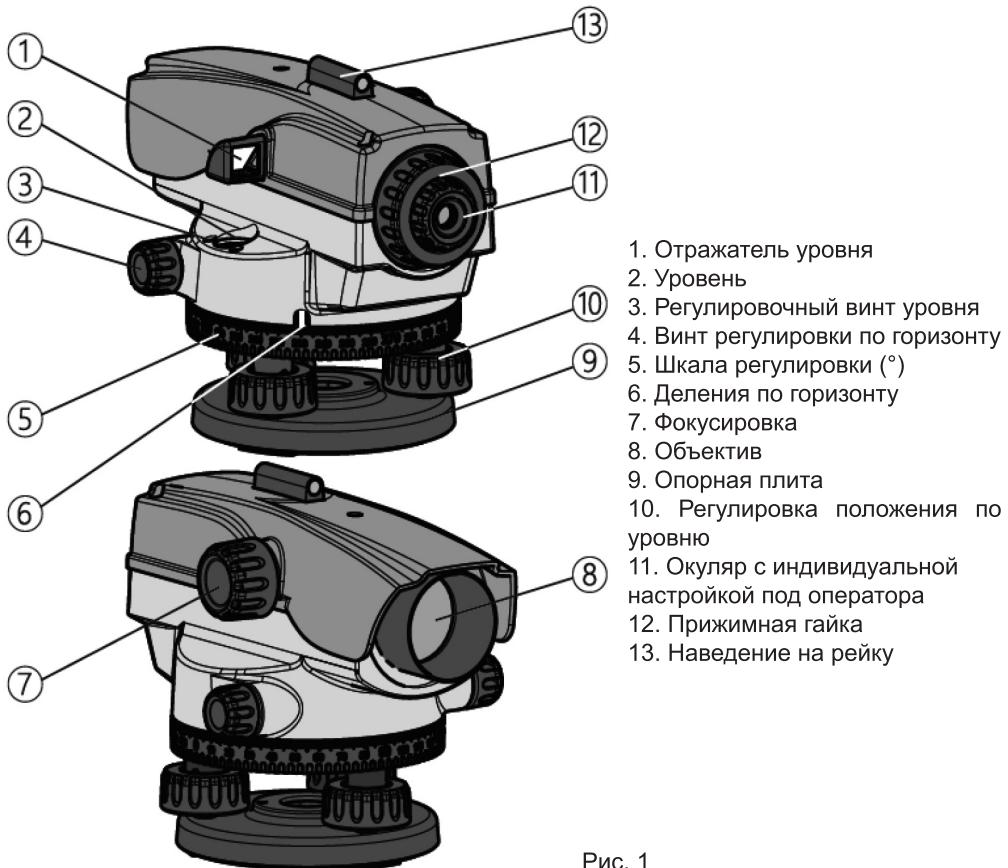
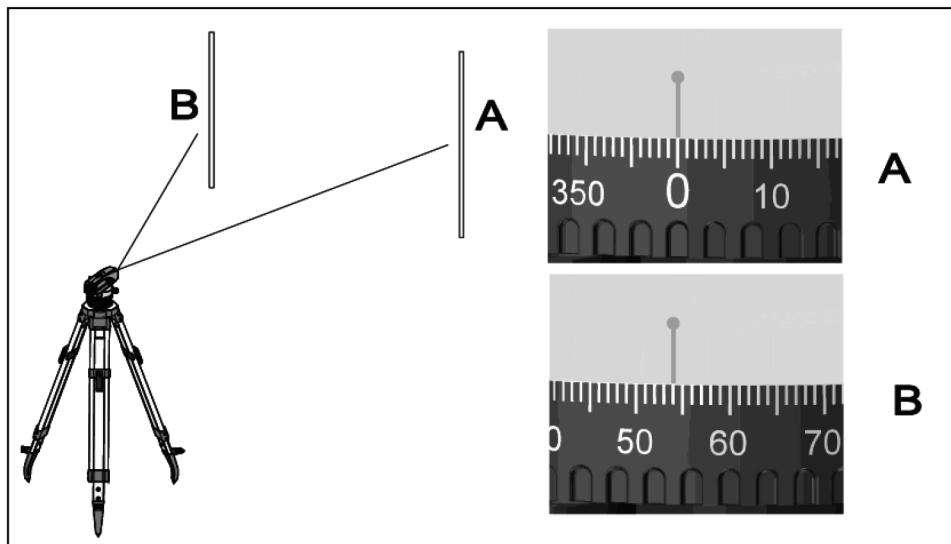

Рис. 1
Рис. 5
4. Отрегулируйте платформу регулировочными винтами 10 (рис. 1), чтобы пузырь воздуха на уровне находился точно по центру.
1. Установите прибор по наведению на рейку 13 (рис. 1).
3. Отрегулируйте фокусировку 7 (рис. 1), чтобы деления на линейке чётко отображались.
4. Отрегулируйте винт настройки по горизонту 4 (рис. 1).
Для измерения угла наведите вертикальную нить разметки 6 (рис. 1) на цель A (рис. 5)